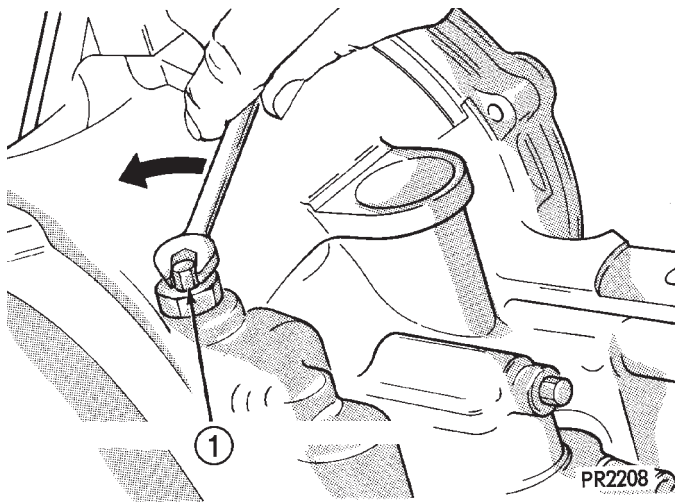

Fig. 18 Tornillo de ajuste de la correa de retirada
(19) Afloje el tornillo de ajuste de la correa de retirada (Fig. 18), lo suficiente como para facilitar el desmontaje del montante.